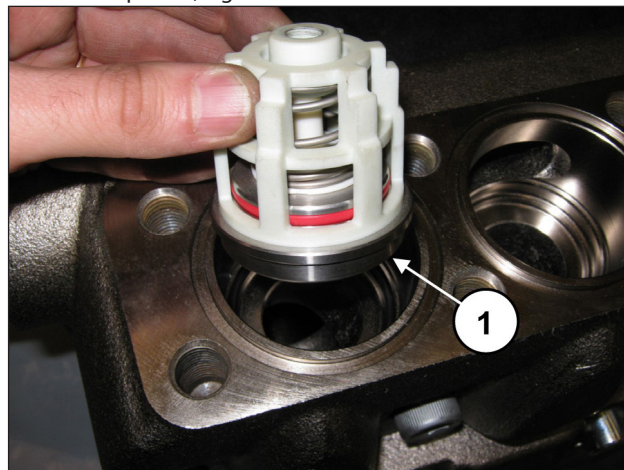

Fig. 156
Introducir el grupo de la válvula de envío (pos. ①, Fig. 156).